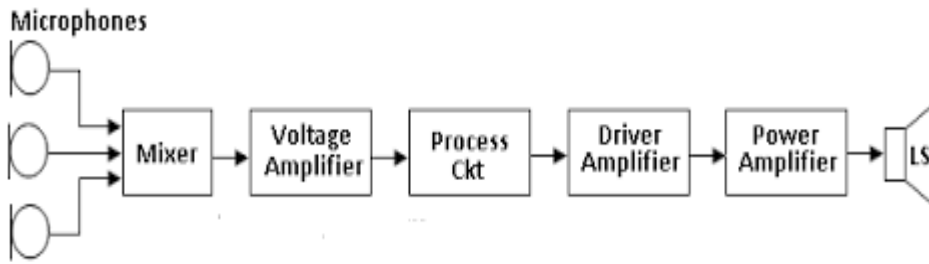

Figure no 1.16 Public Address System
- Figure no 1.16 सार्वजनिक भाषण (Public address)सिस्टीम ची ब्लॉक डायग्राम दर्शवते.